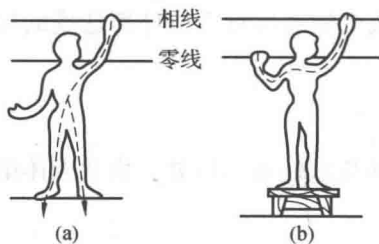

图 1-1
(1) 单相触电。人体触及三相电源中任意一根相线，而又同时和大地接触，称为单相触电，如图 1-1 (a) 所示。接地电阻按国家规定，最大不允许超过 $4\ \Omega$ ，通常用圆钢或角钢作接地极，接地极深度不小于 2 m。设电源电压为 220 V，人体电阻为 $800\ \Omega$ ，这时通过人体的电流为 $220/(800+4) = 274\ (\text{mA})$ ，远远超过 50 mA，所以会对人体构成危险。
(2) 两相触电。如果人体同时触及三相电源的任意两根相线，称为两相触电，如图 1-1 (b) 所示。此时，通过人体的电流为 $380/800 = 475\ (\text{mA})$ ，因此，两相触电比单相触电的危险程度更大。